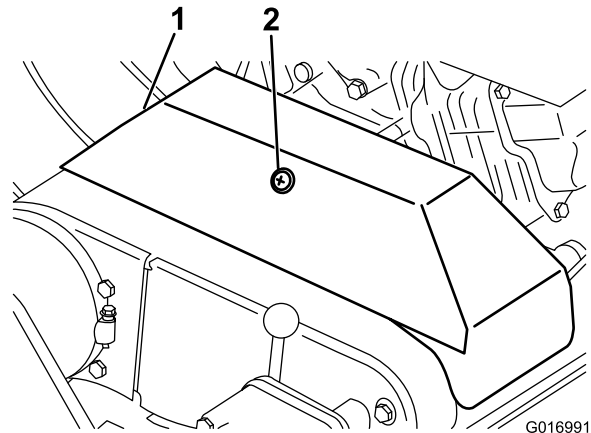

Bild 43
2. Losen Sie den Halter, mit dem die Treibriemenabdeckung befestigt ist. Drehen Sie die Abdeckung, um sie zu ­offnen (Bild 43).
2. Lösen Sie den Halter, mit dem die Treibriemenabdeckung befestigt ist. Drehen Sie die Abdeckung, um sie zu öffnen (Bild 43).